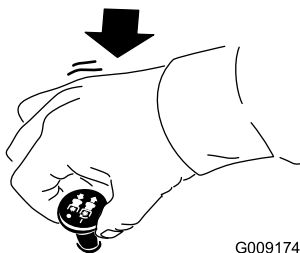

Figure 13
4. Placez la commande des lames (PDF) en position DÉSENGAGÉE (Figure 13).